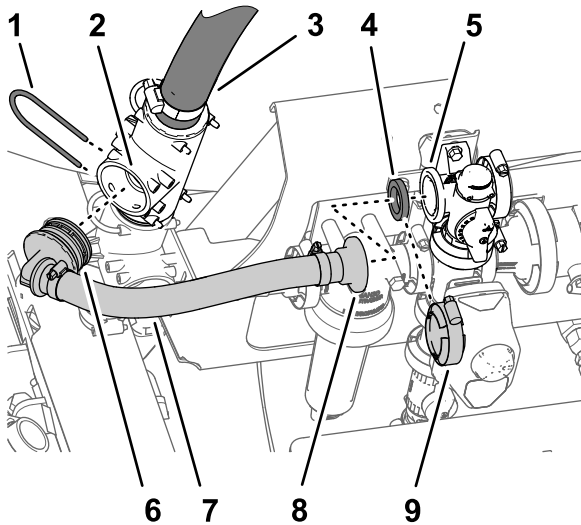

Рисунок 8
1. Совместите прямоугольный штуцер типа «елочка» нового перепускного шланга перемешивания в сборе с открытым отверстием в верхнем тройнике и вставьте прямоугольный штуцер до его полной посадки в тройнике (**Рисунок 8**).
2. Закрепите прямоугольный штуцер типа «елочка» в тройнике фиксатором (**Рисунок 8**), снятым при выполнении пункта 2 в разделе **Демонтаж шлангов (страница 7)**.
3. Совместите прямой фланцевый штуцер нового перепускного шланга перемешивания в сборе и прокладку с фланцем перепускного клапана (**Рисунок 8**).
4. Прикрепите прямой фланцевый штуцер с прокладкой к перепускному клапану при помощи фланцевого хомута (**Рисунок 8**), снятого при выполнении пункта 2 в разделе **Демонтаж шлангов (страница 7)**.